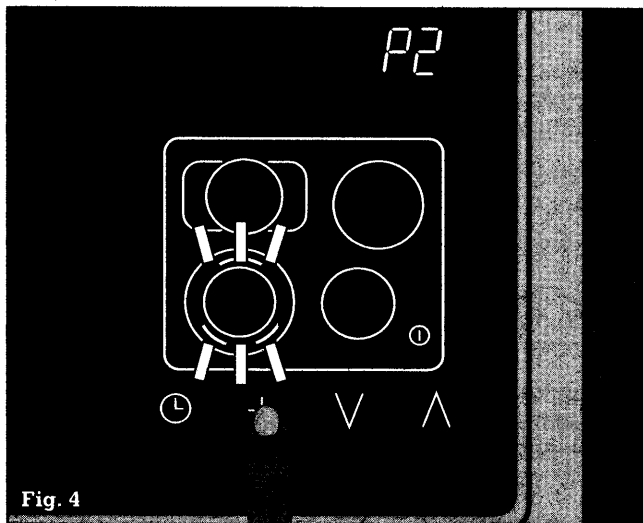

Fig. 4
- ... berør symbolet +. I timer-displayet lyser **P2**. I displayet for kogezone 1 (forrest til venstre) blinker symbolet for tilkoblingen  (fig. 4).